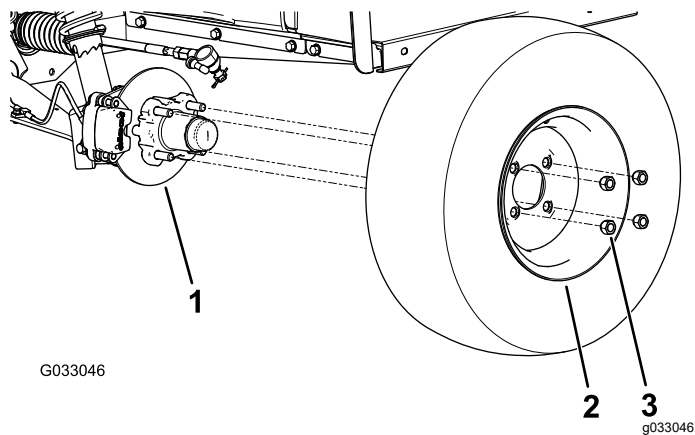

図 29
2. ホイールをハブに固定しているラグナット4個を外す 図 29。
4. ホイールをハブに取りつける。空気バルブを外側に向けて取り付け 図 29。
5. ラグナットを使用して、ハブにホイールを取り付ける 図 29。